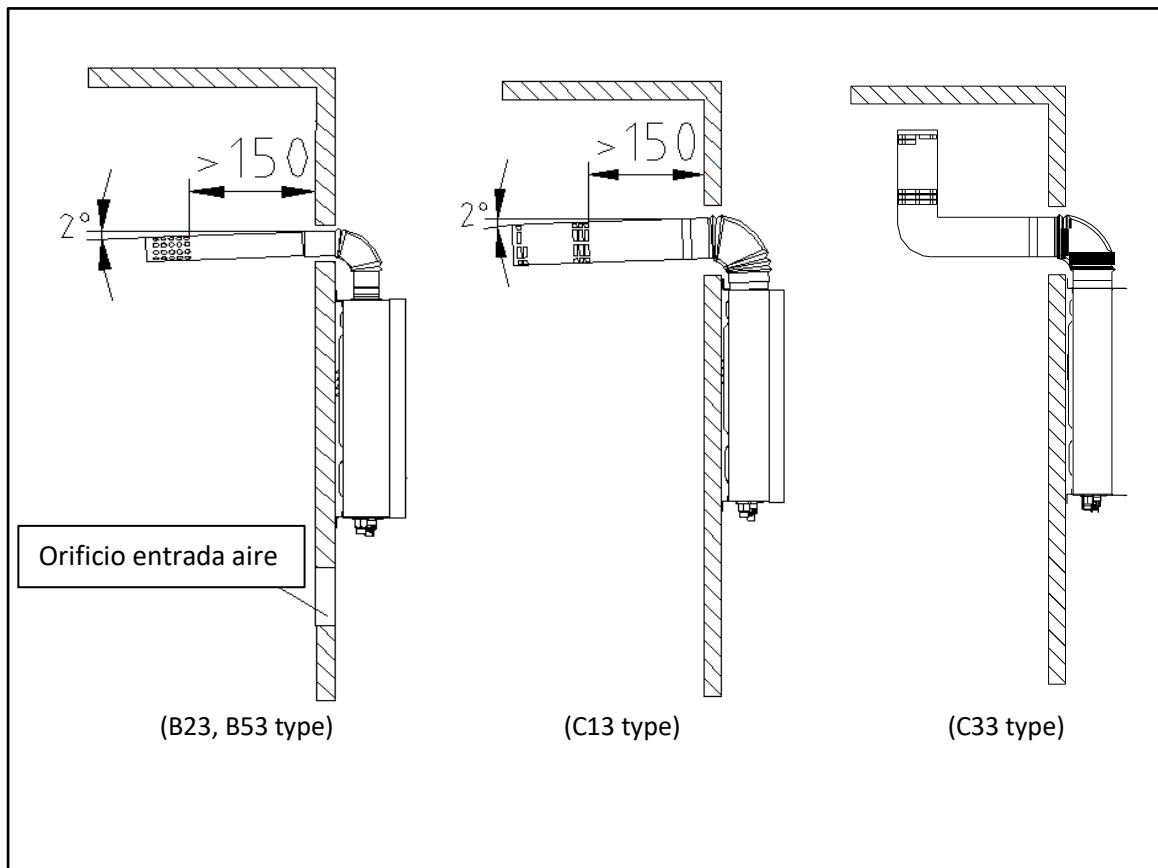

Fig. 11
(1) Utilice la chimenea suministrada por nuestra empresa, refiriéndose a la Fig. 11 sobre el método de instalación. Si el conducto de humos es demasiado corto, puede extenderlo adecuadamente. Revise el conducto de humos y vea si hay algún daño o fuga cada medio año.
(2) La longitud del conducto de humos debe ser inferior a 8 m.
(3) La distancia horizontal del conducto de humos es la más corta, mejor. El extremo del conducto de humos debe tener una inclinación de 2° hacia abajo (Fig. 11), para permitir que el agua de condensación salga.
- (1) Utilice la chimenea suministrada por nuestra empresa, refiriéndose a la Fig. 11 sobre el método de instalación. Si el conducto de humos es demasiado corto, puede extenderlo adecuadamente. Revise el conducto de humos y vea si hay algún daño o fuga cada medio año. Instale la chimenea después de que el cuerpo del calentador esté fijo. Primero, coloque el conducto fijo a través del orificio en la pared, luego inserte el codo en la salida de escape del calentador de manera suave, el extremo del tiro debe tener una inclinación hacia abajo de  $2^\circ$  (Fig. 11), de lo contrario, la corriente puede fluir hacia el calentador y dañarlo.
- (2) La longitud del conducto de humos debe ser inferior a 4 m, y el número de codos no debe ser superior a 4 (un codo equivalente a 1 m de tubo recto).